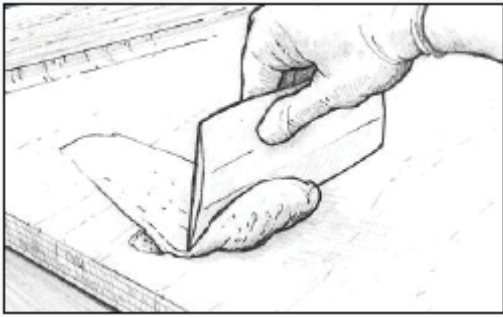

Рис. 22. Нанесите выравнивающий состав, чтобы заполнить все выемки и разгладьте его.
4. Нанесите загущённую эпоксидную смолу на пропитанную поверхность с помощью пластикового шпателя, заполняя все выемки и неровности. Разровняйте материал так, как нужно, оставляя объём смеси немного выше уровня поверхности (Рисунок 22). Удалите излишки смолы до того, как она застынет. Если глубина неровностей более 12 мм, наносите смесь в несколько этапов, дожидаясь, пока каждый слой частично застынет. Используйте отвердитель 206 Slow Hardener или 209 Extra Slow Hardener, в зависимости от температуры окружающей среды.